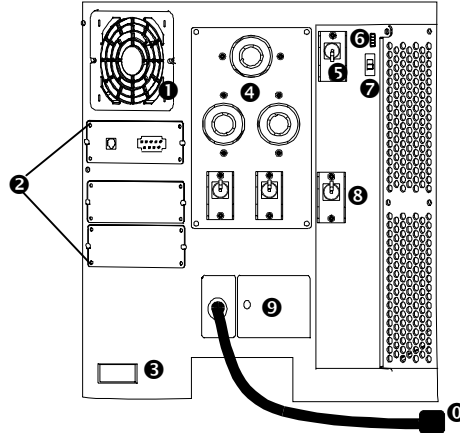

Рисунок 3: Устройство Symmetra RM (вид сзади)
Блок распределения питания (PDU) ❹. Тип панели питания зависит от номинального напряжения устройства Symmetra RM. На рис. 3 показано устройство Symmetra RM с панелью питания на напряжение 200/208 В переменного тока (исполнение L1-L2-G). В нем имеются одна розетка типа L6-30 и две розетки типа L6-20. В панели питания на напряжение 220/230/240 В переменного тока (исполнение L1-N-G) имеются восемь розеток по стандарту МЭК С13 и две розетки по стандарту МЭК С19. На рис. 8 (стр. 16) показаны две панели (PDU). Панель (PDU) может быть заменена на месте монтажа квалифицированным техником или электриком.